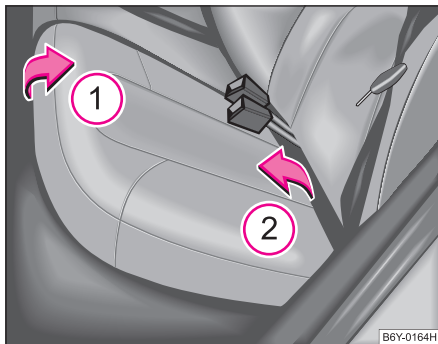

Fig. 51 Plierea banchetei din spate
- Ridicați bancheta din spate în sensul săgeții ① ⇒ fig. 51 și rabatați-o în față conform săgeții ②.